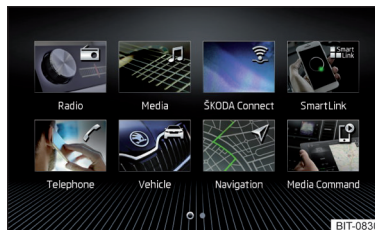
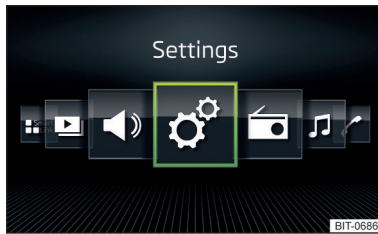

Fig. 135
Fig. 136
- Select the Grid » Fig. 135 or Horizont. Display » Fig. 136 option.